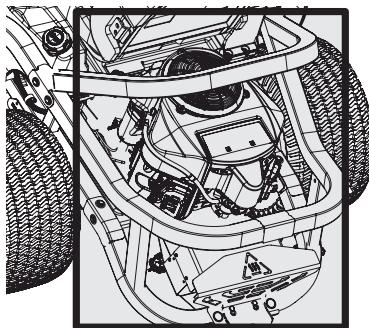

Figure 31
- Maintenez les deux côtés des fentes de refroidissement de la transmission, le collecteur d'échappement, les fusibles, tout le câblage et tous les faisceaux de câbles, le tuyau de silencieux, le bouclier du silencieux, les crépines d'aspiration et les ailettes de refroidissement du moteur, etc. à l'écart des déchets de coupe et des feuilles (Figure 31).